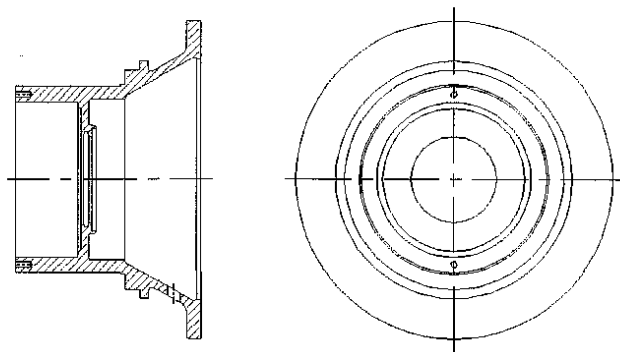

Рис. 3.1 Деталь и возможные варианты плоскостей разреза
65. провести анализ возможных плоскостей разреза (два-три варианта) (рис. 3.1 формовка с подрезкой, рис. 3.3 - формовка с использованием стержней) и указать основные достоинства и недостатки каждого из них;